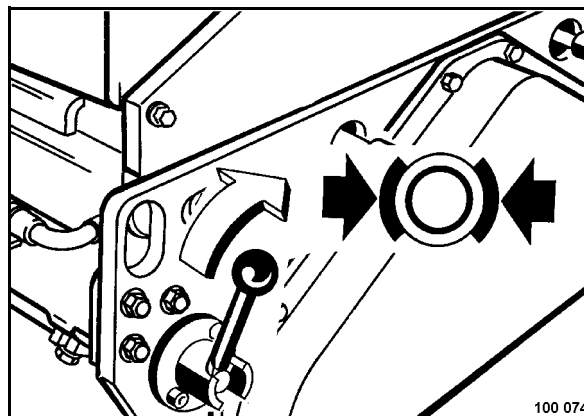

Fig. 45
- Tirar la palanca de accionamiento (Fig. 45) hacia fuera, y encajarla hacia la derecha en el símbolo "Freno de estacionamiento activado".